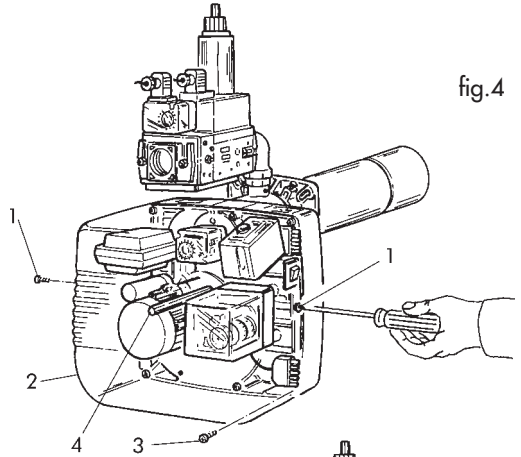

fig.4
Para acceder a los componentes principales es suficiente quitar la tapa protectora (fig.4). El mantenimiento en el cabezal de combustión se efectúa de la siguiente manera:
- Destornillen los tornillos 1 y quiten la tapa protectora 2 (fig.4).
- Destornillen los tornillos 3 y el perno central 4 (fig.4).